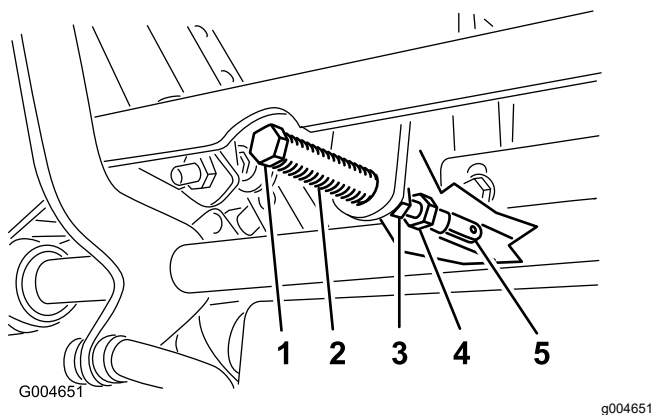

Bild 88
5. Ziehen Sie den Hebel zurück, bis der Lastösenbolzen (am Arm über der Gelenkwelle) das Schlitzende berührt (und soeben Druck auf die Feder ausübt), wie in **Bild 88** abgebildet.
7. Sollte eine Einstellung erforderlich sein, lockern Sie die Mutter und die Klemmmutter gegen das Joch (**Bild 88**).
8. Drücken Sie den Fahrtriebshebel leicht nach hinten, drehen Sie den Kopf der Einstellschraube in die entsprechende Richtung, bis der Schaltbügel Schalthebel in der ARRETIERTEN NEUTRAL-Stellung zentriert ist (**Bild 88**).
9. Ziehen Sie die Mutter und die Klemmmutter an (**Bild 88**).
10. Ziehen Sie die Klemmmuttern an den Kugelgelenken fest (Bild 88).